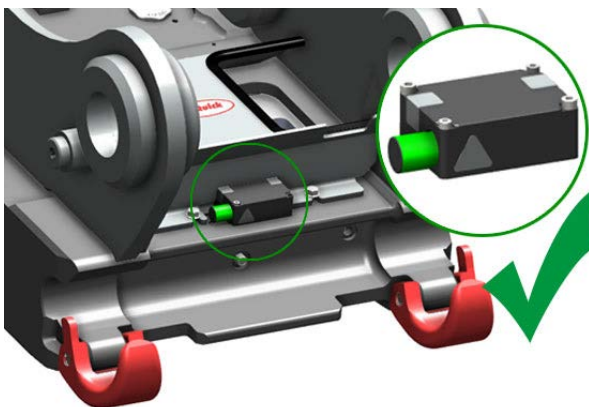

Abbildung 98: Sichtanzeige ausgefahren
- ✓ Die optional vorhandene Verriegelungsanzeige ist deutlich sichtbar, siehe *Abbildung 98* und folgende.